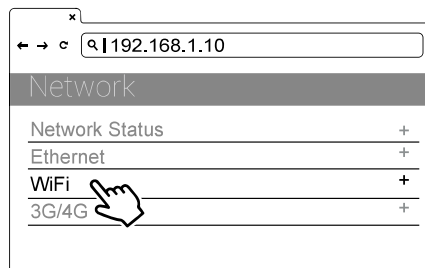

Abbildung 34. Netzwerkauswahl
- 1) Wählen Sie das WLAN-Modul. Siehe Abbildung 34.